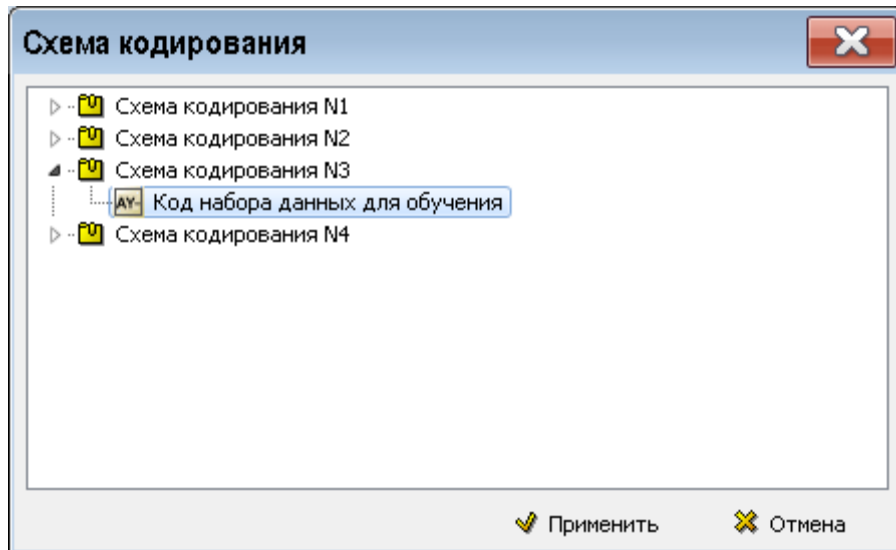

Рис. 3.86
4. Установите флаг у параметра **Использовать кодирование** и загрузите схему кодирования «Код набора данных для обучения» (Рис. 3.86).